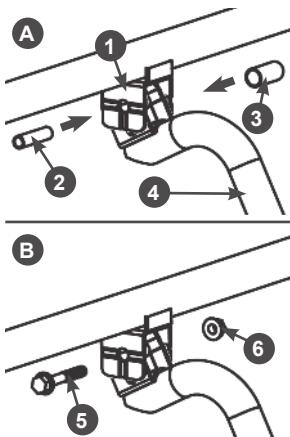

Рис. 8 Установка транспортировочной рукоятки
- Установите транспортировочные рукоятки. Схема установки рукоятки показана на Рис. 8.
Сначала вставьте рукоятку 4 в кронштейн 1, затем вставьте внутрь рукоятки 4 распорную втулку 3 (Рис. 8А).